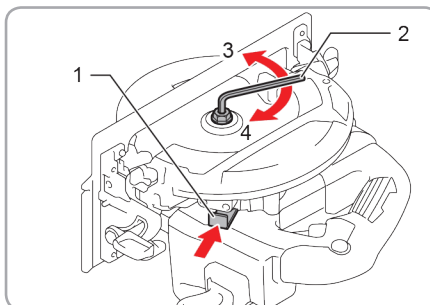

Fig.7
- Pentru a scoate discul de tăiere, apăsați butonul de blocare a axului (1) și mențineți butonul apăsat în timp ce îndepărtați cu cheia hexagonală (2) pentru a slăbi șurubul hexagonal (4). Apoi scoateți șurubul hexagonal, inelul, flanșa exterioră și discul (3). Fig. 7